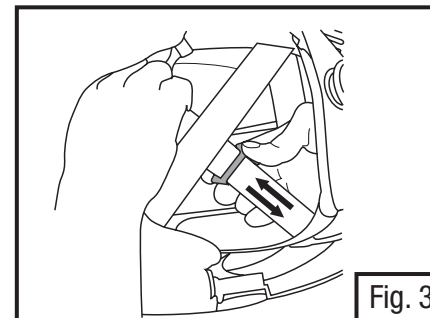

Fig. 3
- Sólo Casco Serie M-100:** Las bandas de tela de la M-100 puede ajustarse al deslizar el seguro de la banda azul ubicado en la banda central (Fig. 3). Al deslizar el broche hacia la parte posterior del casco aprieta las bandas y levanta la altura del casco sobre la cabeza. Al deslizar el broche hacia el frente del casco afloja las bandas y baja la altura del casco sobre la cabeza.